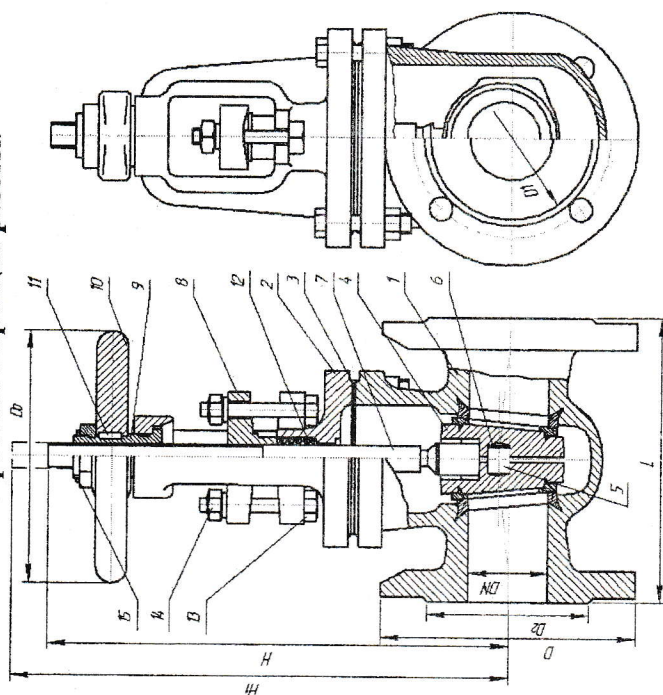

Рис. 1
** - штурвал см. рис. 1
4.1. Устройство задвижки (см. рисунок 1).